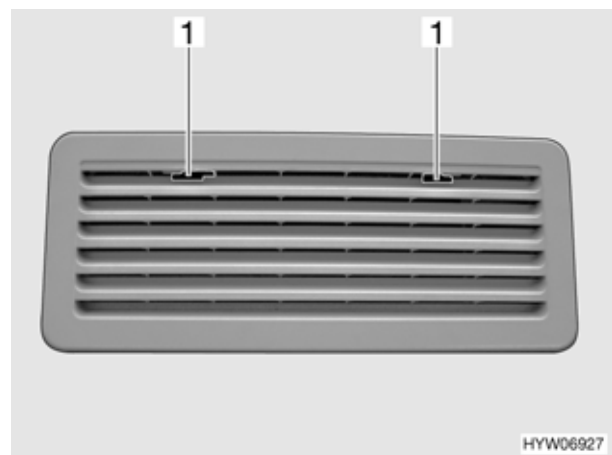

Fig. 129 Griglia di aerazione del frigorifero (variante 2)
- Spingere verso il centro l'arresto (Fig. 129,1).